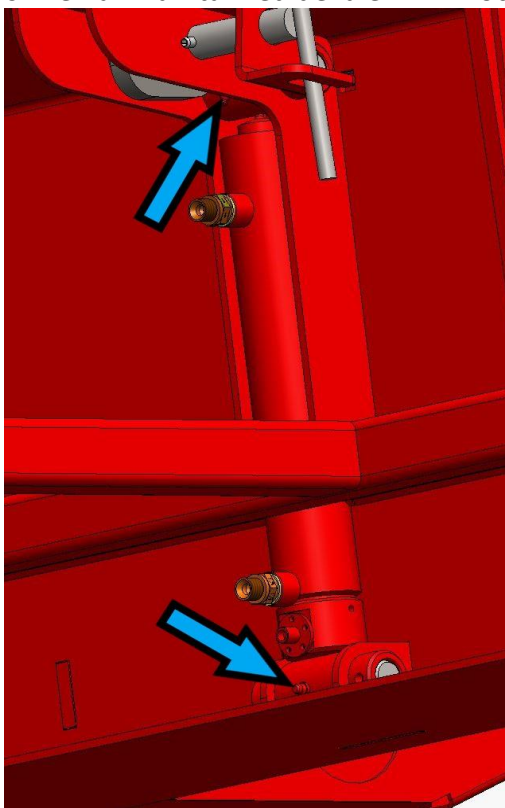

Bild 41.
1. Nipplar för klyvbettets höjdjusteringscylinder (2 st. på bild 41).